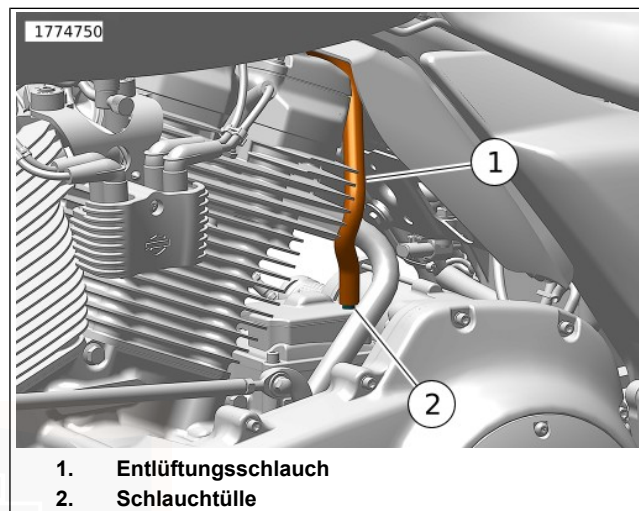

Abbildung 106. Entlüftungsschlauch
1. Siehe Abbildung 106. Den Entlüftungsschlauch (1) gerade nach oben von der Schlauchtülle (2) an der Oberseite des Getriebes abziehen.